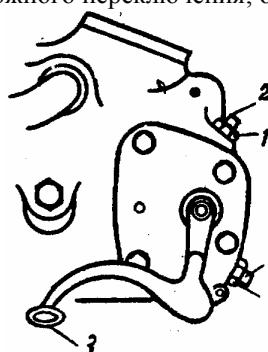

Рис. 18. Ножной механизм переключение коробки передач:
3. Отвернуть на один-два оборота контргайки 1 (рис. 18) регулировочных винтов 2, расположенных на картере механизма ножного переключения; один сверху, другой снизу. Отвернуть на тричетыре оборота регулировочные винты.